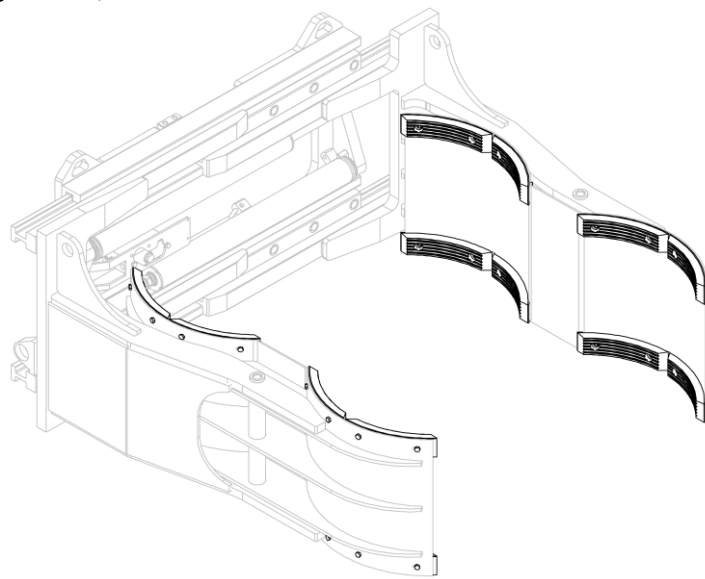
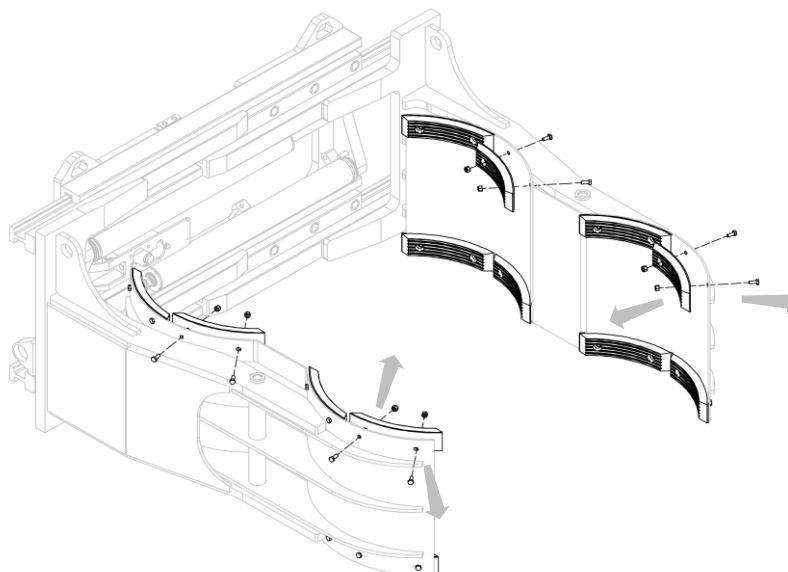

Figura 24
Figura 25
3. Remover las placas en goma quitando los tornillos y tuercas correspondientes (mira *Figura 24 e Figura 25*).